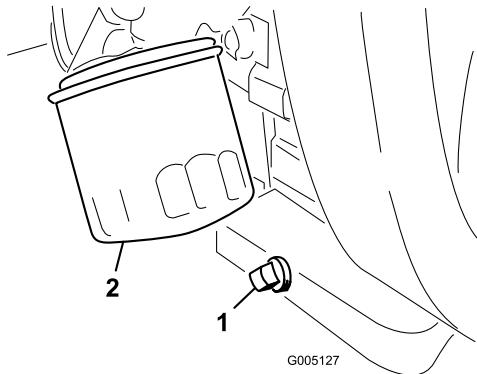

Figure 48
1. Retirez le bouchon de vidange (Figure 48) et laissez couler l'huile dans un bac de vidange. Remettez le bouchon quand la vidange est terminée.
2. Enlevez le filtre à huile (Figure 48). Appliquez une fine couche d'huile sur le joint du filtre de rechange.